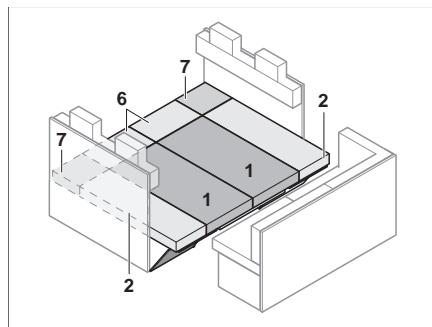

Fig. 139 Después de la transformación
- Colocar cojín del asiento, cojín del respaldo y cojín adicional como se muestra en Fig. 139.